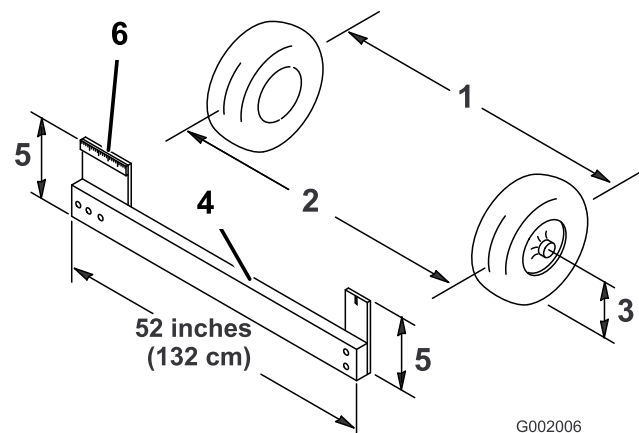

Figure 58
4. Mesurez la distance entre les roues avant à hauteur d'essieu, à l'avant et à l'arrière des roues (Figure 58). Un gabarit ou un compas à verges est nécessaire pour mesurer l'arrière des roues avant à hauteur d'essieu. Utilisez le même gabarit ou outil pour mesurer précisément l'avant des roues avant à hauteur d'essieu (Figure 58).